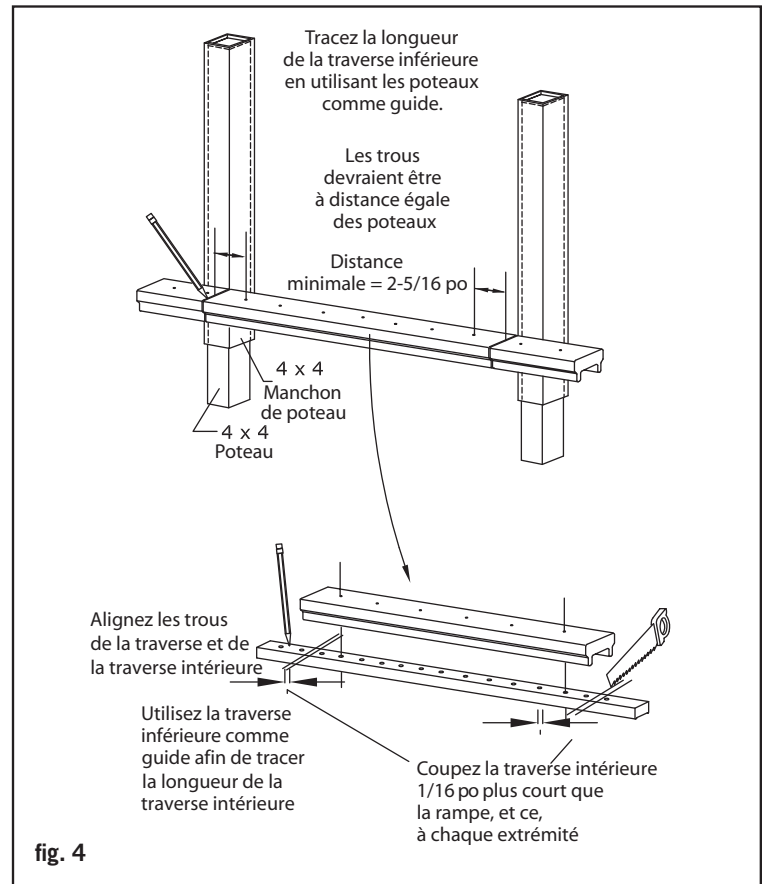

fig. 4
Étape 7 : Remarque! Pour assurer que les balustres sont installés à niveau, les trous entre les sections des traverses doivent tous être alignés. Conseil : Utilisez un clou de cloueuse ou un foret de perceuse de 3/32 po pour assurer l'alignement des trous. Utilisez la traverse inférieure taillée comme guide, installez une traverse inférieure dans la traverse inférieure taillée et alignez les trous pré-percés. Marquez les lignes de coupe de la traverse inférieure avec un crayon. **Remarque! Pour tenir compte de l'épaisseur des fixations, les traverses intérieures devraient être 1/8 po plus courtes que les traverses extérieures avec tous les trous espacés de manière égale.** Retirez un autre 1/16 po de la marque de crayon à chaque extrémité et taillez la traverse inférieure à la longueur. Répétez pour la deuxième traverse inférieure (fig. 4).